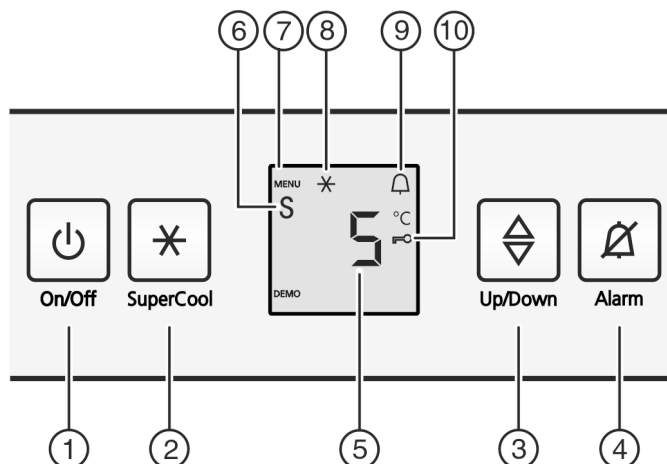

Fig. 2
- ▶ Нажать кнопку On/Off Fig. 2 (1).
- ▶ Активация режима настройки: удерживайте кнопку SuperCool Fig. 2 (2) прим. 5 с.
- ▷ Символ меню Fig. 2 (7) горит.
- ▶ С помощью клавиши настройки Fig. 2 (3) выберите **c**.
- ▶ Коротко нажмите кнопку SuperCool Fig. 2 (2) для подтверждения.
- ▶ Для включения защиты от детей коротко нажмите клавишу SuperCool Fig. 2 (2).
- ▷ Символ "Защита от детей" Fig. 2 (10) горит. На индикации мигает **c**.
- ▶ Для выключения защиты от детей коротко нажмите клавишу SuperCool Fig. 2 (2).
- ▷ Символ защиты от детей Fig. 2 (10) гаснет. На индикации мигает **c**.
- ▶ Выход из режима настройки: нажмите кнопку On/Off Fig. 2 (1).
- ▶ Нажмите кнопку Alarm Fig. 2 (4).
- ▷ Светится символ Меню Fig. 2 (7).
- ▶ Чтобы вызвать функцию режима Sabbath: нажмите и сразу отпустите кнопку SuperCool Fig. 2 (2).
- ▶ Для включения режима Sabbath нажмите и отпустите кнопку SuperFrost Fig. 2 (2).
- ▶ Для выключения режима Sabbath нажмите и отпустите кнопку SuperFrost Fig. 2 (2).
- ▶ Выход из режима настройки: Нажать кнопку On/Off Fig. 2 (1).
▷ На индикаторе температуры показывается символ режим Sabbath Fig. 2 (6) до тех пор, пока активен режим Sabbath.